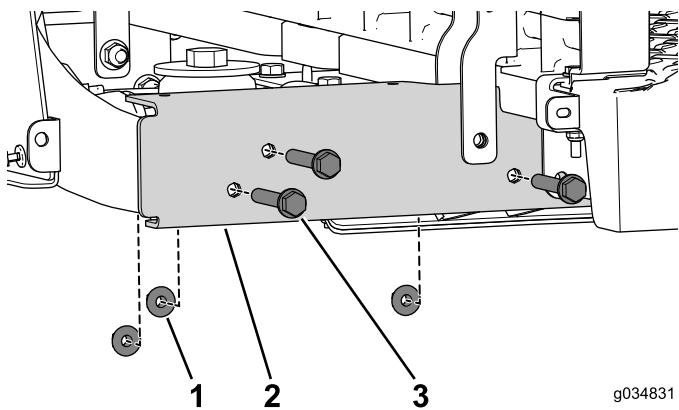

Figura 17
- Retire los 3 pernos con arandela prensada (3/8" x 2 1/2") y tuercas (Figura 17). Haga esto en ambos lados de la máquina.